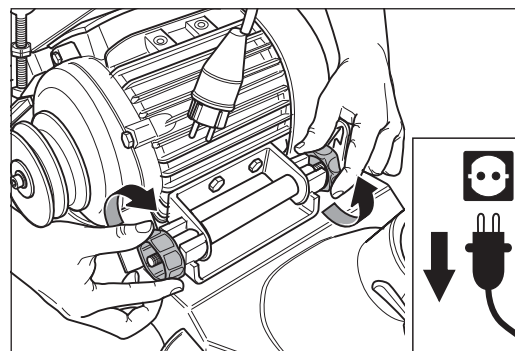

Abb. 99 Die beiden Motormuttern festziehen.
- 7 Ziehen Sie die beiden Motormuttern fest (Abb. 99).